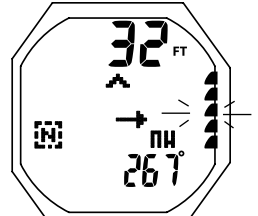

Fig. 159 - ALARMA DE ASCENSO
**Alarma de ascenso** (Fig. 159) -